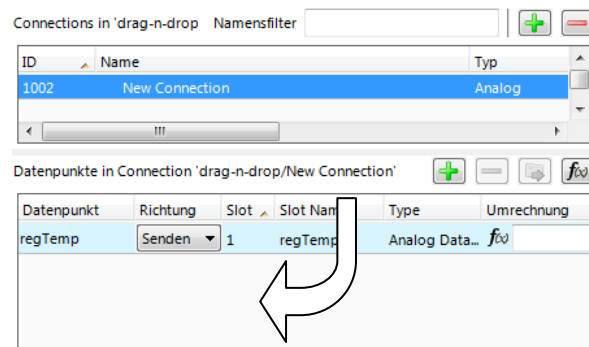

Abbildung 19: Bearbeiten von Connections in der Property-Ansicht.
- In der Property-Ansicht unter der Datenpunktliste klicken Sie auf den Karteireiter **Lokale Connections** wie in Abbildung 19 gezeigt.
- Dann ziehen Sie einfach den Datenpunkt auf einen freien Bereich in der Connection-Liste wie in Abbildung 19 gezeigt.
- In der Property-Ansicht unter der Datenpunktliste klicken Sie auf den Karteireiter **Connections** wie in Abbildung 19 gezeigt.
- Ziehen Sie den Datenpunkt in den leeren Listenbereich **Datenpunkte in Connection** wie in Abbildung 19 gezeigt. Dies fügt den Datenpunkt der angewählten Connection hinzu.